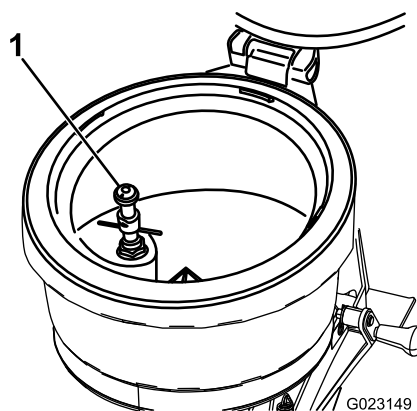

Figure 35
L'embout de rinçage (Figure 35) est situé à l'intérieur du réservoir du mélangeur. Utilisez l'embout de rinçage pour éliminer les résidus de produit chimique à l'intérieur du récipient (bouteille) de conditionnement du produit en question. L'embout de rinçage est mis sous pression avec la solution présente dans la cuve de pulvérisation. Le récipient (bouteille) de produit chimique est rincé avec la solution du système de pulvérisation qui est déchargée par l'embout de rinçage.
- A. Placez le bord du récipient sur l'embout de rinçage et appuyez pour ouvrir la vanne ; voir Figure 35 sous Embout de rinçage (page 20).